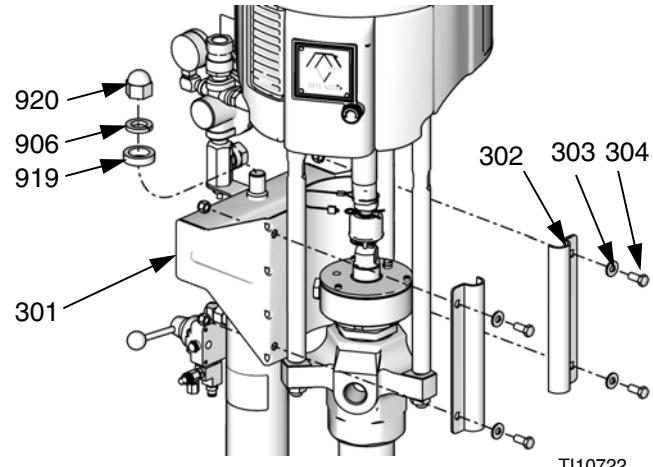

Рис. 36: S20 Установка аппаратуры
2. Отвинтите гайку крышки (920), шайбу (906) и прокладку (919). Удаление опоры насоса (301) и подсоединение аппаратуры. Рис. 36.
2. Отвинтите гайку крышки (920), шайбу(906) и прокладку (919). Удаление опоры насоса (301) и подсоединение аппаратуры. См. Рис. 36.
11. Установите кожух направляющей штока (931b) на шток поршня (931c) и прикрутите винтами крышку цилиндра (915).
12. Повторная установка опоры насоса (301) и подсоединение аппаратуры. См. Рис. 36.